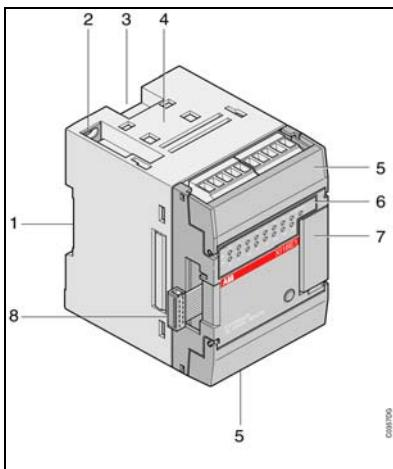
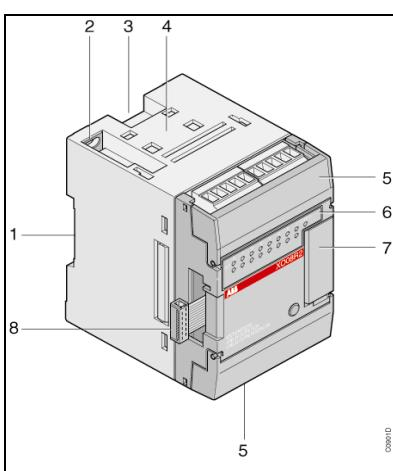

Figura 0-5: Extensión binaria XI 16 E1
Figura 0-11: Extensión binaria XO 08 R2
5.1. Frontal (ver Figura 0-5 a Figura 0-11)